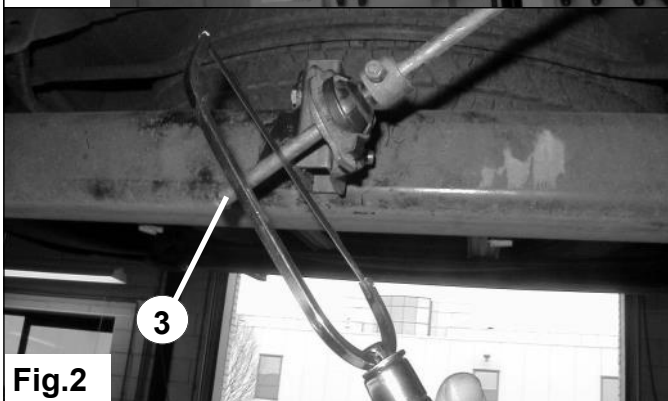

Fig.2
5. Sciez la partie saillante sous l'essieu de la tige du CFA 3. Voir fig. 2